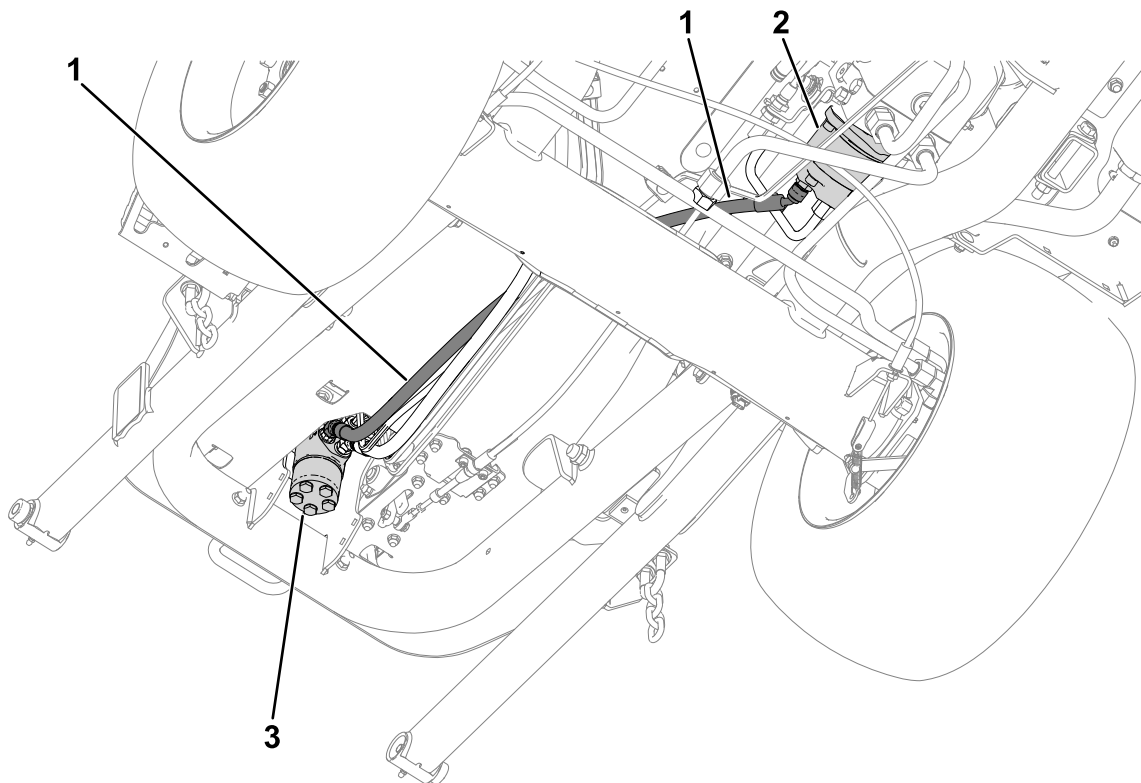

Figura 11
5. Certifique-se de que o tubo hidráulico está orientado como se mostra na Figura 11.